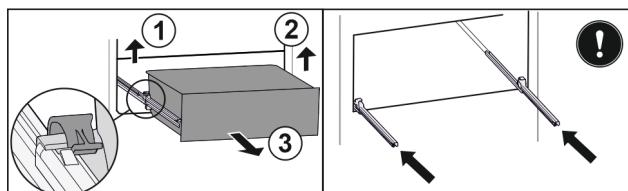

Fig. 119
- Nadvihnite ľavú svorku a súčasne tiahnite zásuvku vľavo dopredu. Fig. 119 (1)
- Nadvihnite pravú svorku a súčasne tiahnite zásuvku vpravo dopredu. Fig. 119 (2)
- Odoberte zásuvku dopredu. Fig. 119 (3)